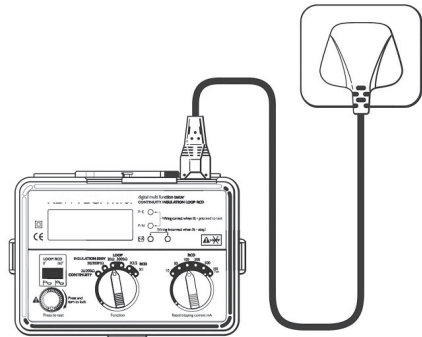

Fig 10
- Schließen Sie das Netzkabel (siehe Abb. 10 oben) an der IEC-Buchse des Geräts an.
- Schließen Sie das Netzkabel (siehe Abb. 10) an der IEC-Buchse des Geräts an.